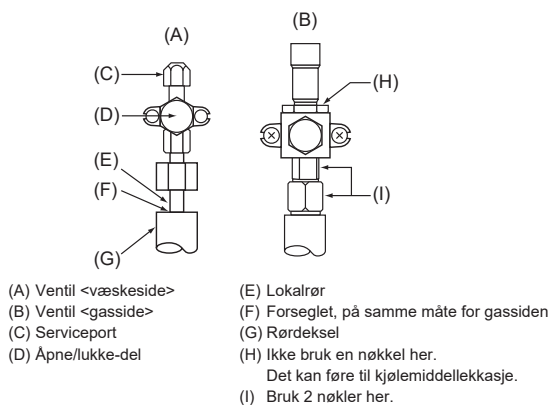

Fig. 4-4
4.4. Metode for å teste om kjølemiddelrør er lufttett (Fig. 4-4)
- Sørg for at ventilene (A) (B) er stengt. Du må heller ikke åpne dem.
- Sett trykk på kjølemiddellinjene gjennom serviceporten (C) i væskeventilen (A).